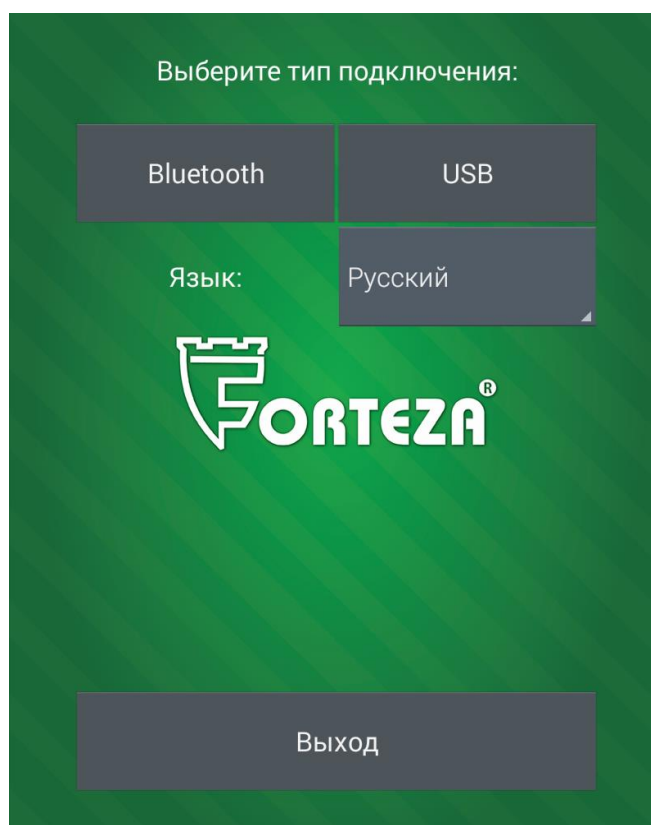
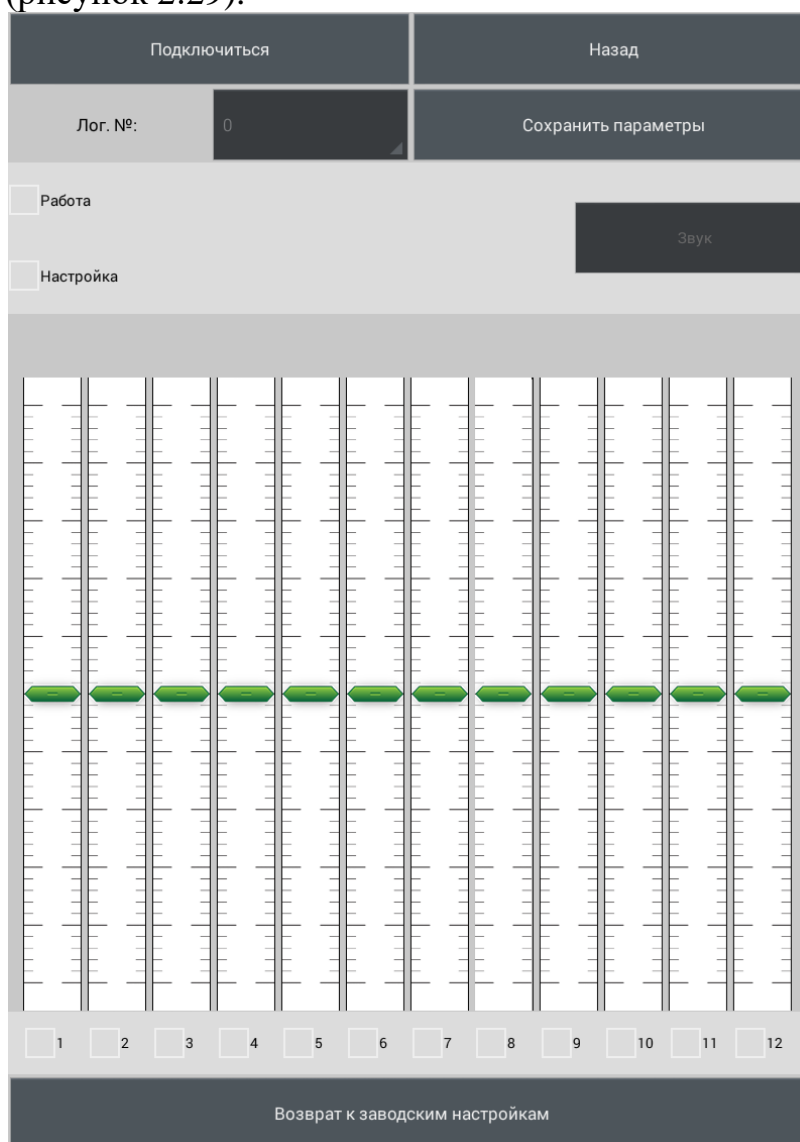
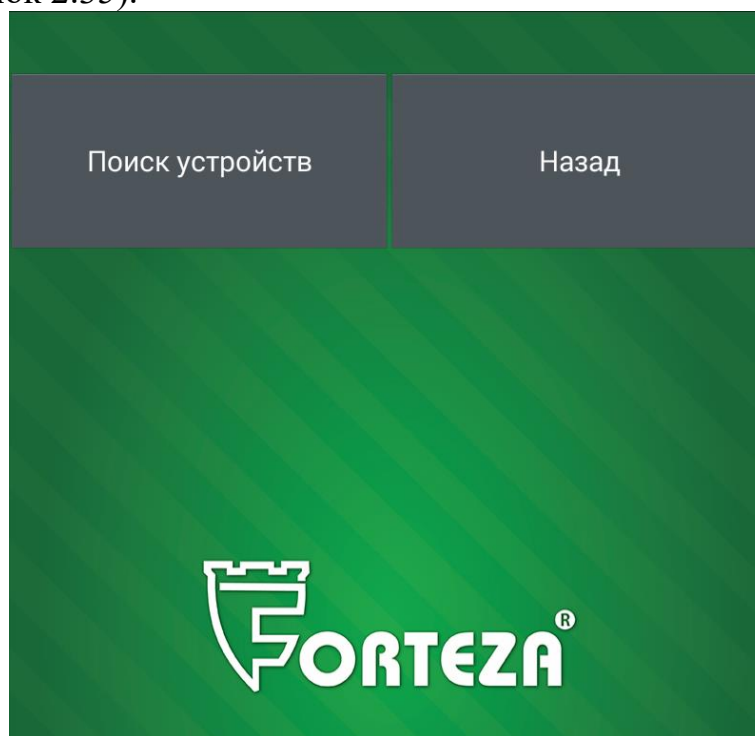

Рисунок 2.27
Рисунок 2.29
Рисунок 2.35
2.3.7.4.1.2 Запустить на Android устройстве программу «FM UNI» (рисунок 2.27).
2.3.7.4.5 Выбрать тип подключения «USB» (рисунок 2.27). Откроется окно программы (рисунок 2.29).
2.3.7.5.3 Выбрать тип подключения «Bluetooth» (рисунок 2.27). Bluetooth на Android устройстве автоматически включится и откроется окно программы (рисунок 2.35).